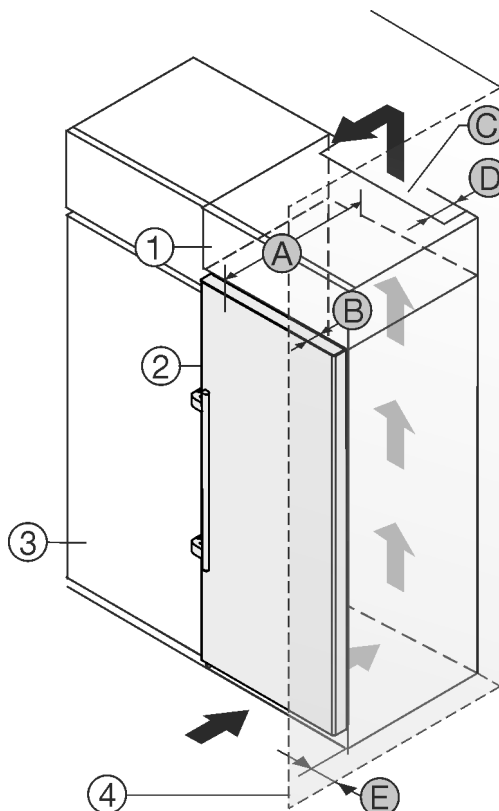

Fig. 1
- (1) Aufbauschränk
- (2) Gerät
- (3) Küchenschrank
- (4) Wand
- (A) Gerätetiefe
- (B) Türtiefe
- (C) Belüftungsquerschnitt
- (D) Abstand Geräte-Rückseite
- (E) Abstand zur Geräte-Seite
Sie können das Gerät direkt neben dem Küchenschrank Fig. 1 (3) aufstellen.
An der Rückseite des Aufsatzschrankes muss ein Abluftschacht mit der Tiefe *Fig. 1 (D)* über die gesamte Aufsatzschrankbreite vorhanden sein.
Unter der Raumdecke muss der Entlüftungsquerschnitt *Fig. 1 (C)* eingehalten werden.
Wenn Sie das Gerät mit den Scharnieren neben einer Wand *Fig. 1 (4)* aufstellen, dann muss der Abstand zwischen Gerät und Wand mindestens 57 mm betragen. Dies entspricht dem Griffüberstand bei geöffneter Tür.
Damit Sie die Tür vollständig öffnen können, muss das Gerät um die Türtiefe *Fig. 1 (B)* gegenüber der Küchenschrankfront vorstehen. Abhängig von der Tiefe der Küchenschränke *Fig. 1 (3)* und Verwendung von Wandabstandshaltern kann das Gerät weiter herausragen.